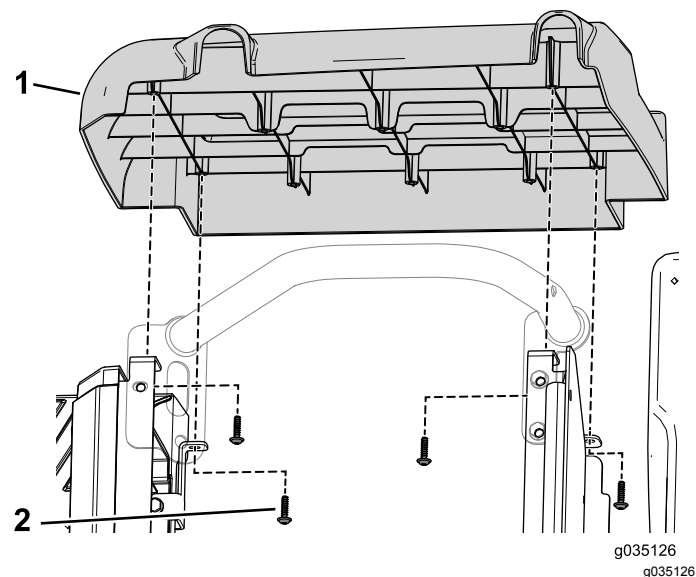

图9
1. 拧下将右侧面板固定到机器的 4 个自攻螺丝图9。
3. 用之前卸下的 4 个自攻螺丝固定右侧面板 图9。